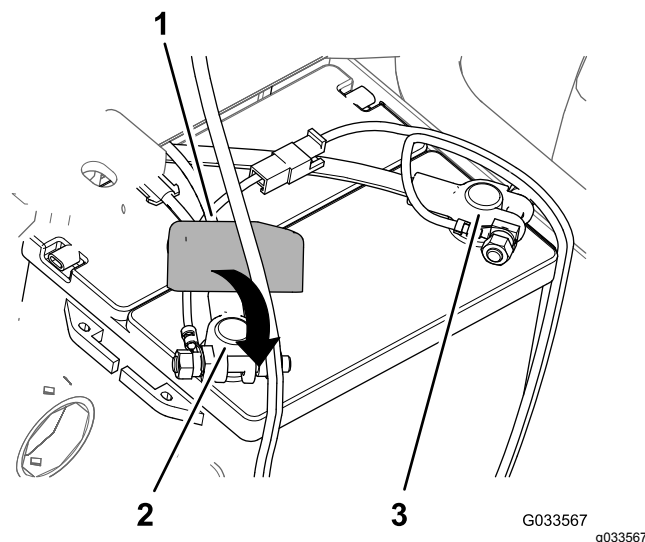

図 32
8. プラスケーブルをバッテリーのプラス端子に接続し、クランプナットを手締めする図 32。